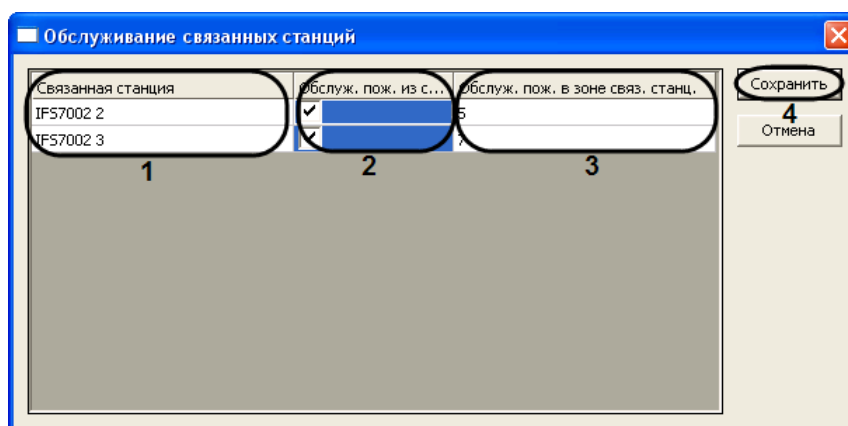

Рис. 3.7-4 Диалоговое окно Обслуживание связанных станций
3. В результате выполнения операции откроется диалоговое окно **Обслуживание связанных станций** (Рис. 3.7-4).
4. В столбце **Связанная станция** отображается список связанных станций (см. Рис. 3.7-4, 1).
5. В случае, если выходы настраиваемой зоны требуется задействовать при пожаре в зонах связанных станций, установить флажки в столбце **Обслуж. пож. из связ. станц.** напротив требуемых связанных станций (см. Рис. 3.7-4, 2).
6. В случае, если при пожаре в настраиваемой зоне требуется задействовать выходы зон связанных станций, в столбце **Обслуж. пож. в зоне связ. станц.** ввести номер зоны соответствующей связанной станции (см. Рис. 3.7-4, 3).
7. Для сохранения настроек и закрытия диалогового окна **Обслуживание связанных станций** нажать кнопку **Сохранить** (см. Рис. 3.7-4, 4).
*Примечание. Для закрытия диалогового окна **Обслуживание связанных станций** без сохранения настроек следует нажать кнопку **Отмена** (см. Рис. 3.7-4).*